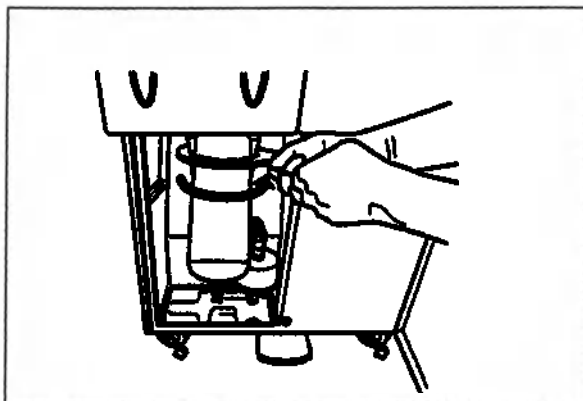

Рис. 4.19
8. Наложите на корпус фильтра инструмент для присоединения/отсоединения водяного фильтра и медленно поверните его в указанном направлении для надёжного закрепления (см. рис. 4.19).